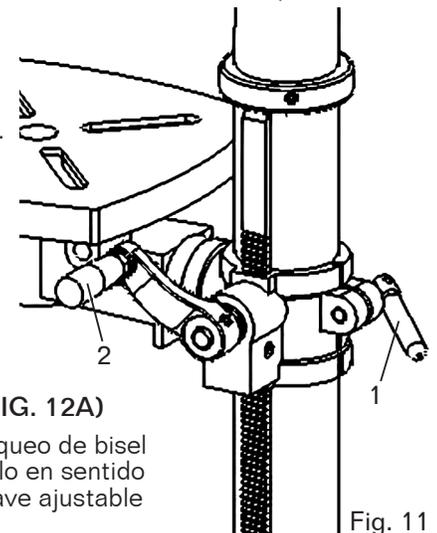

Fig. 11
SUBIR O BAJAR LA MESA (FIG. 11)
1. Afloje la manija de bloqueo del soporte (Fig. 11 - 1) y gire la manivela (Fig. 11 - 2) hasta que la mesa esté a la altura deseada.
GIRAR LA MESA (FIG. 11)
1. Afloje la manija de bloqueo del soporte (Fig. 11 - 1) y gire la mesa alrededor de la columna hasta la posición deseada.